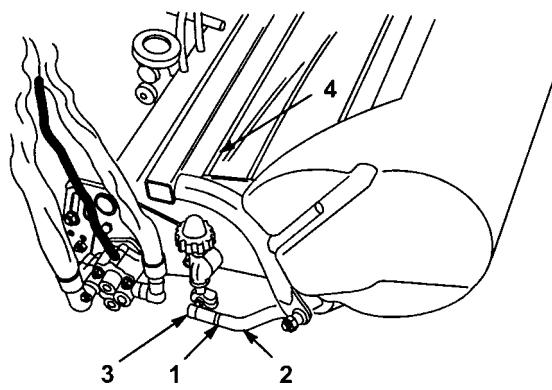

図 11
6. 集草箱をブルフレームに取り付ける：ブルアームのジャムナットをゆるめ、ボールソケットを調整して集草箱のリップとリール刃の間を6.4 ~ 12.7 mmとする（図11）
7. ソケットの開口部とボールスタッドの中心を合わせ、ジャムナットを締めてソケットを固定する（図11）